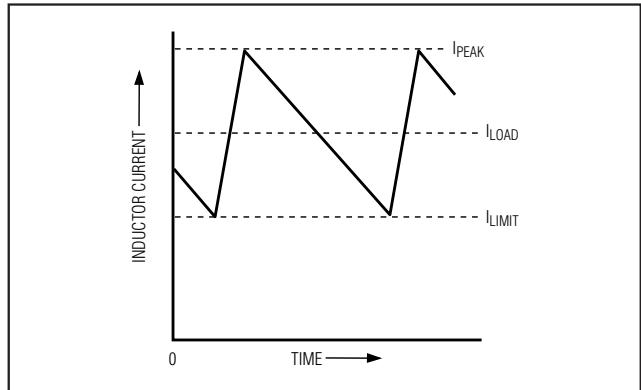

图4. “谷”限流门限点
限流电路采用独特的“谷”电流检测算法 (图4)。如果CS端的电流检测信号幅度高于限流门限，则PWM不能启动一个新周期。实际的峰值电流要比限流门限高出一个电感纹波电流。因此，实际限流特性和最大带载能力是检流电阻、电感值和电池电压的函数。
- 1) 在低  $V_{IN}$  值、高  $V_{OUT}$  值和最大负载电流的情况下，确定最小(谷)电感电流 ( $I_{L(MIN)}$ )。最小电感电流为  $I_{LOAD}$  减去一半的纹波电流 (图4)。